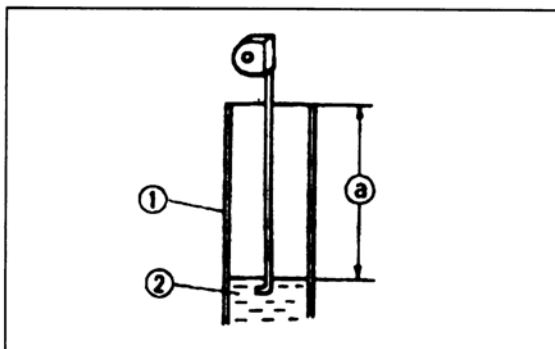

Bild 181
-  Standard-Ölstand: Rechtes Gabelrohr 95 mm; linkes Gabelrohr 93 mm (Bild 181).